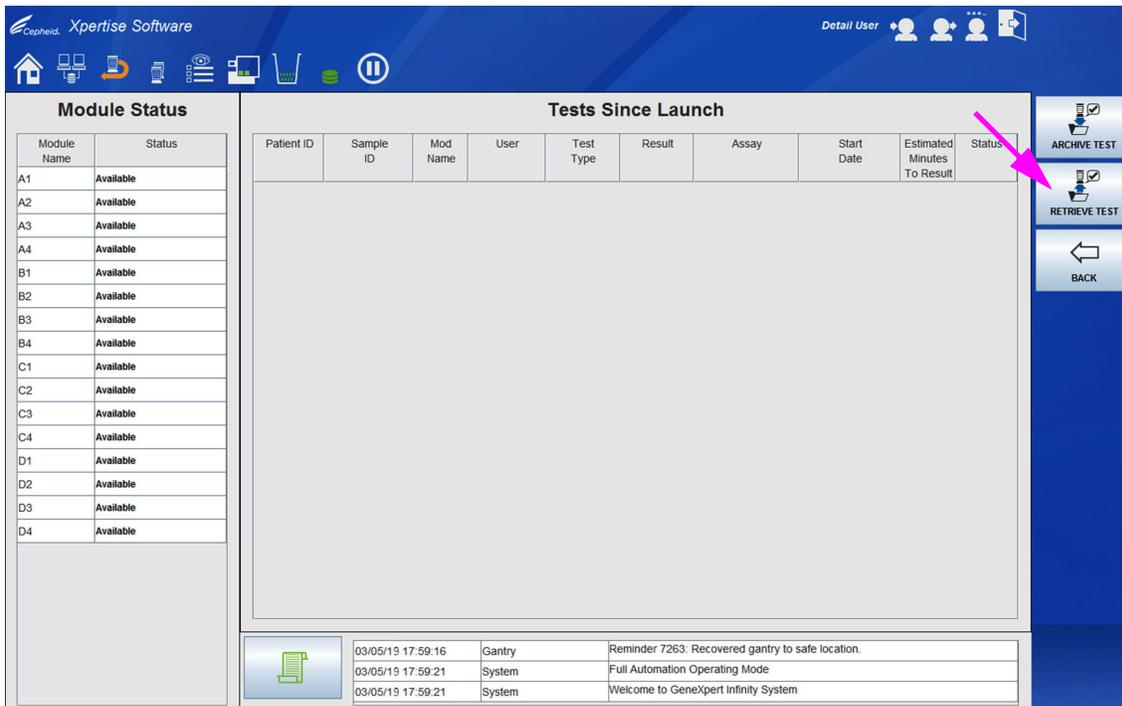
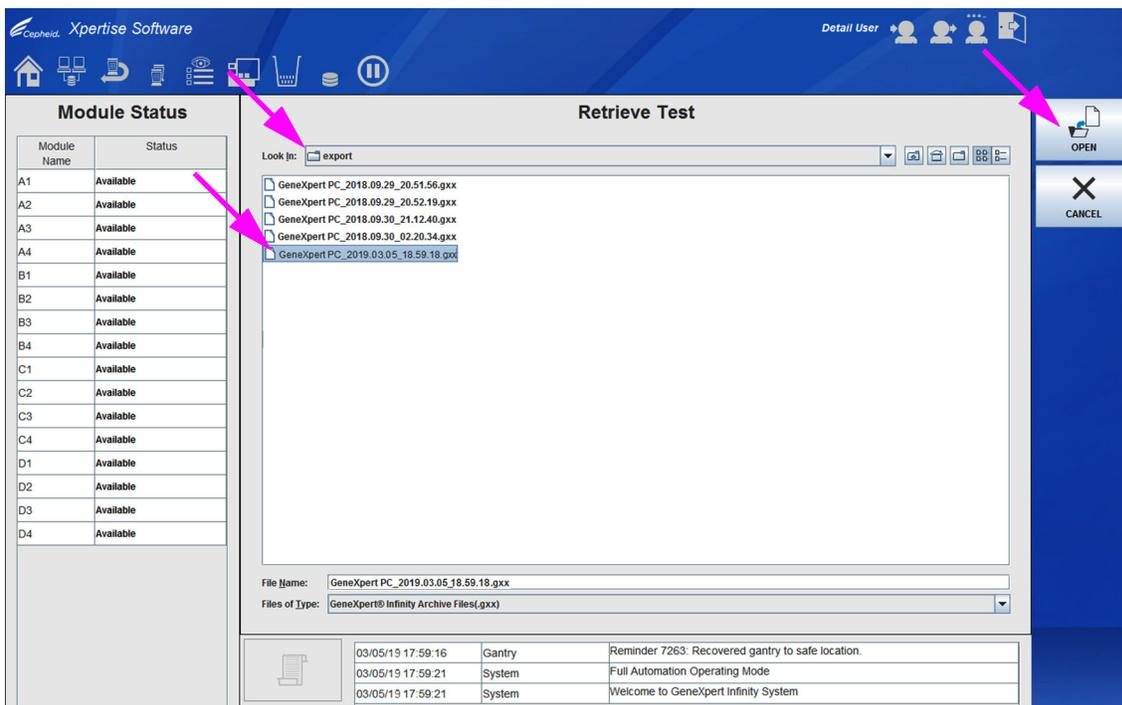
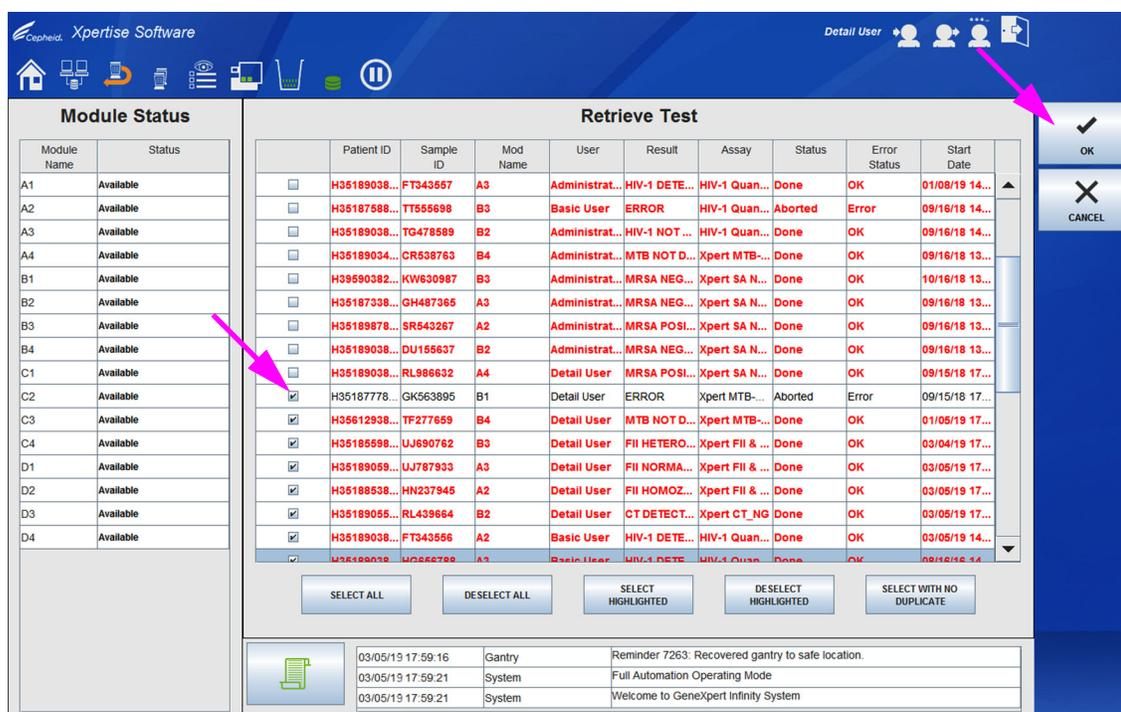
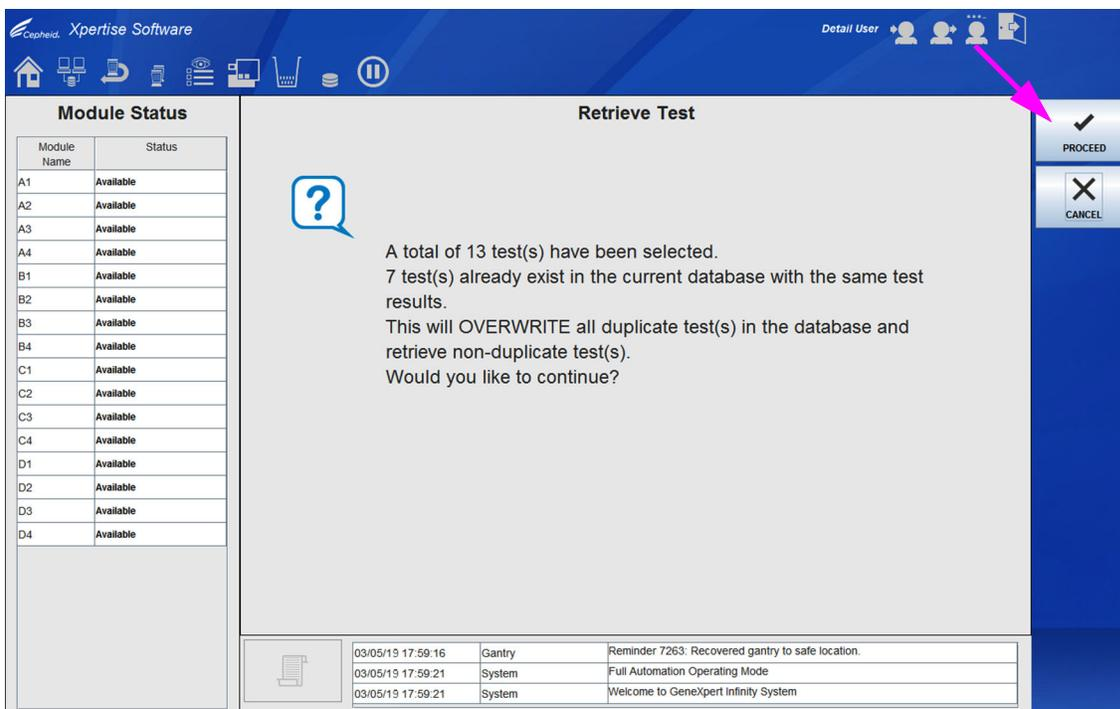

图 5-139. 数据管理菜单
图 5-140. 显示一系列先前存档文件的检索测试 (Retrieve Test) 工作区
图 5-141. 显示待选择测试的检索测试 (Retrieve Test) 工作区
图 5-142. 检索测试 (Retrieve Test) 工作区确认
1. 在数据管理菜单中，选择**检索测试 (RETRIEVE TEST)** 按钮（请参见图 5-139）。出现检索测试 (Retrieve Test) 工作区，显示一系列先前存档的文件。请参见图 5-140。
- 使用**查找位置: (Look In:)** 下拉框查找并选择用于存储存档文件 (.gxx) 的文件夹。默认文件夹是 Xpertise 软件的导出文件夹。请参见图 5-140。
- 选择文件并选择**打开 (OPEN)** 按钮 (请参见图 5-140)。显示该存档文件中的测试列表。如果存档文件中的任何测试在数据库上已存在, 这些测试将以红色文字显示。请参见图 5-141。
- 选择想检索的每个测试旁边的复选框。请参见图 5-141。可以逐一选择单个测试, 或在检索测试 (Retrieve Test) 工作区底部选择以下任意一个按钮, 从而选择一组测试:
5. 选择**确定 (OK)** 按钮（请参见图 5-141）。显示确认消息。请参见图 5-142。